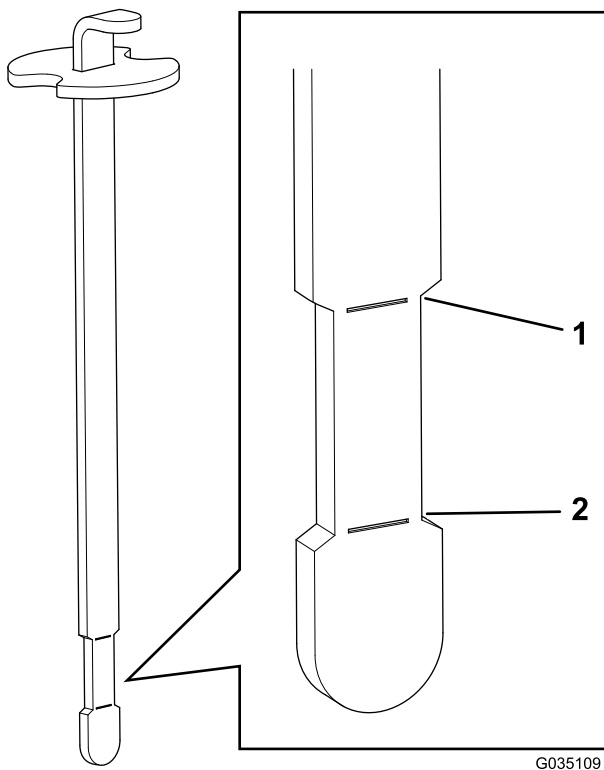

**Figura 16**
2. Limpie la zona alrededor del tapón del depósito de aceite hidráulico para evitar que entre suciedad en el depósito (Figura 16).